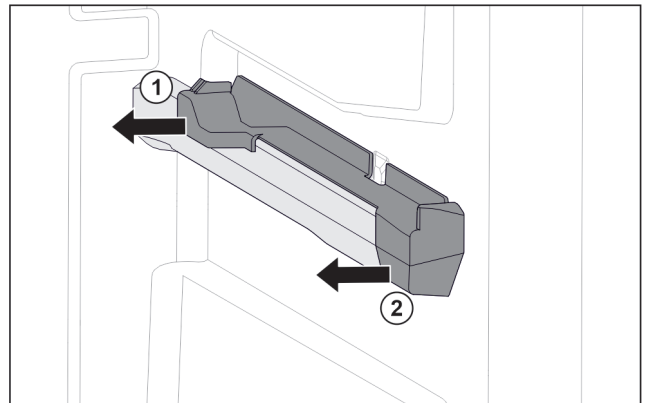

Fig. 114 Élément emboîtable sur la nervure de récipient droite
- ▶ Le retirer sur le côté par l'arrière. Fig. 114 (1)
- ▶ Le retirer sur le côté par l'avant. Fig. 114 (2)